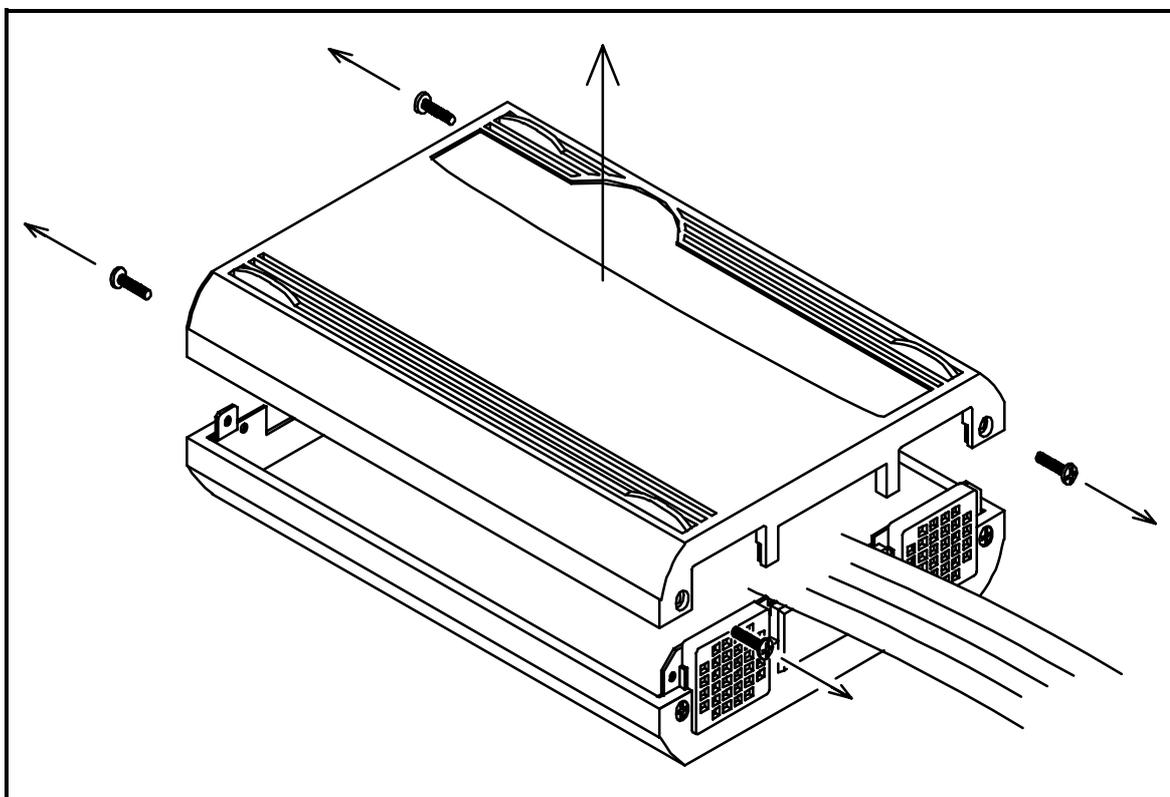

図 3.1 上カバーの取り外し
- ①本製品の両側面ネジ(4箇所)を外して、上カバーを取り外してください(図 3.1参照)。
- ②以降の説明にしたがってジャンプスイッチなどを設定してください。
- ③上カバーを元通り取り付け、ネジで固定してください。